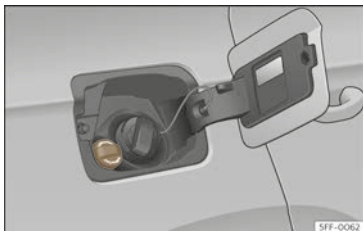

Abb. 213 Verschlussdeckel des AdBlue®-Tanks.
- Öffnen Sie die Tankklappe >>> (Abb. 213).
- Verschlussdeckel des SCR-Einfüllstutzens nach links drehen >>> (Abb. 213).